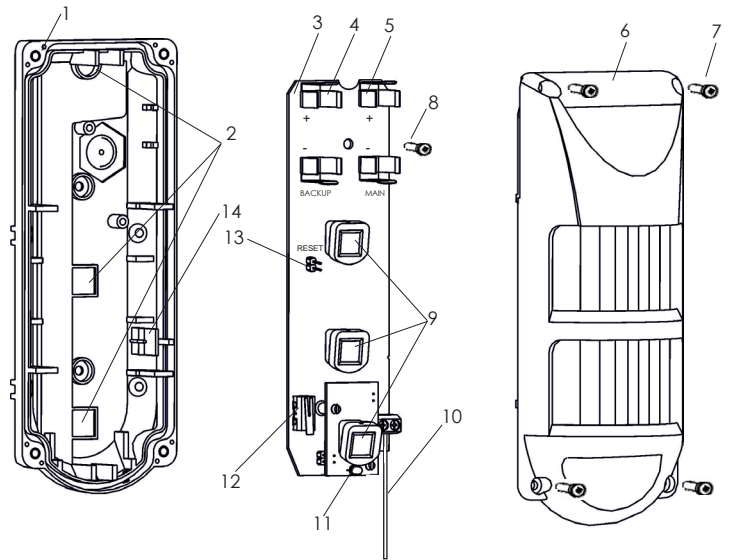

Рисунок 1 – Конструкция «Ri-OMD-1C»
Датчик (рисунок 1) состоит из основания (1), печатной платы (3) и крышки (6). На печатной плате расположены держатели двух батарей CR123A – основной (5) и резервной (4), три ИК пироприемника (9), антенна (10), входит в комплект поставки, двухцветный световой индикатор (11), датчик вскрытия корпуса (12), и контакты RESET (13). Печатная плата фиксируется на основании защелкой (14) и винтом (8). Крышка (6) крепится к основанию (1) четырьмя винтами (7) с использованием герметизирующей прокладки.